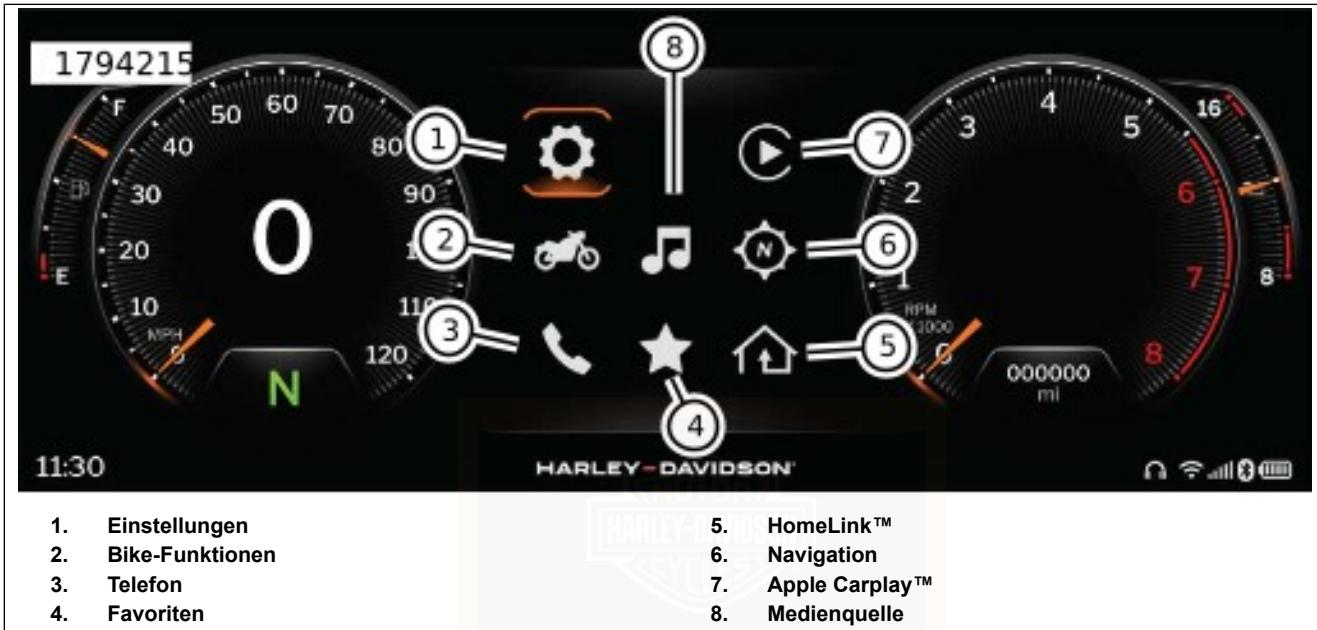

Abbildung 88. IFCU-Menü-Auswahloptionen
- a. Siehe Abbildung 88. Mit dem linken Handbedienelement oder dem Touchscreen zu > **System** > **Systeminformationen** > **Produktinformationen** navigieren. Dieses Menü zeigt die aktuelle Software-Version auf der IFCU . Siehe **FUNKTIONSWEISE** > **INFOTAINMENT-STEUEREINHEIT** (IFCU) (Seite 111) .